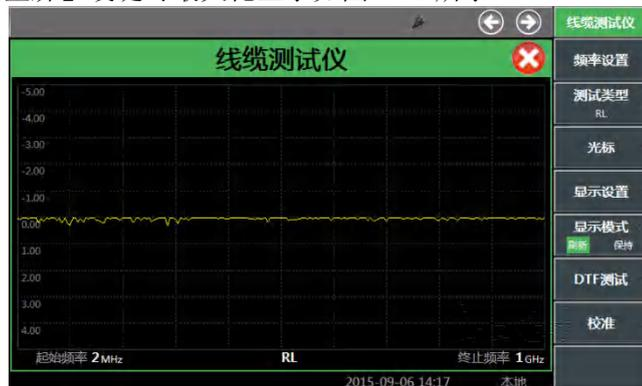

图 4-13 回波损耗测试界面
- 打开窗口：按【线缆】硬键，或者按【测量】硬键通过整机菜单设置打开线缆测试窗口。按屏幕下方【全屏】硬键可最大化显示如图 4-13 所示：
- 调用菜单：点击触摸屏，选中线缆测试为当前活动窗口，相应菜单会在窗口右侧显示，如图 4-13 所示。